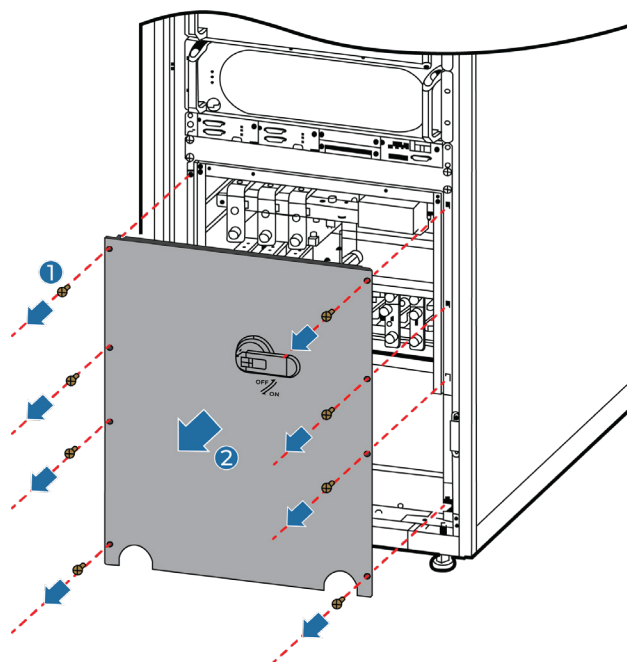
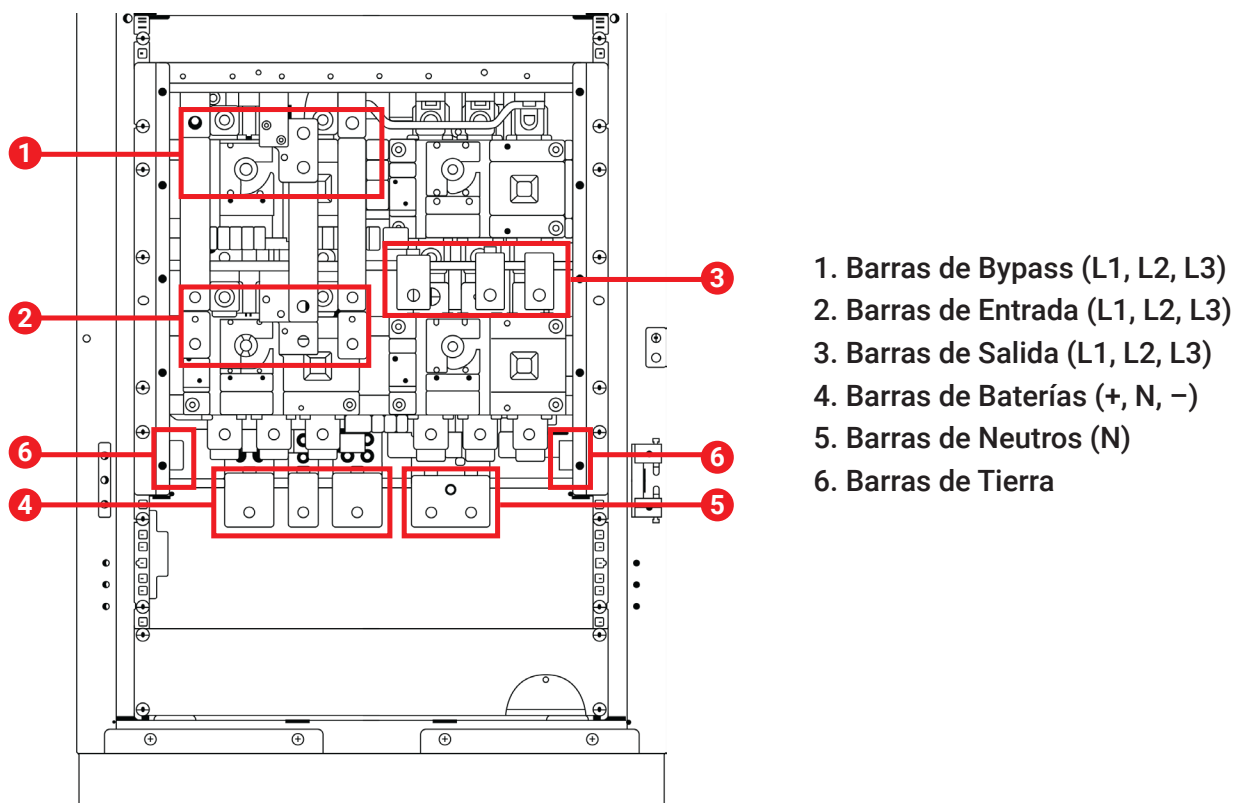

FIGURA 3.8. EXTRACCIÓN DE LA CUBIERTA
FIGURA 3.9. BARRAS DE CONEXIONES ELÉCTRICAS DE UPS 200, 300 KVA/KW
Paso 1: Asegúrese que el interruptor de bypass de mantenimiento esté apagado. Abra la puerta frontal y retire la cubierta de la sección de distribución de energía, como se muestra en la Figura 3.8. La posición de las barras de cobre se muestra en la Figura 3.9.